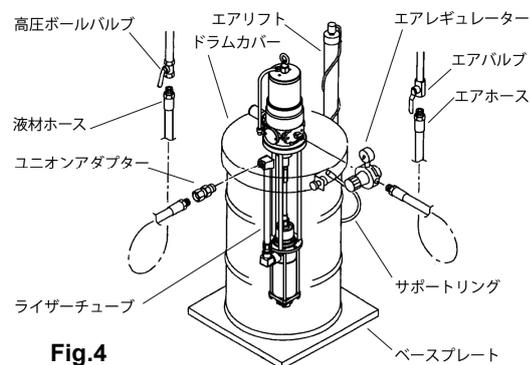

Fig.4
- 1) ドラムカバー (別売) にポンプを固定し、オープンタイプのドラム缶に取り付けてください。(Fig.4)